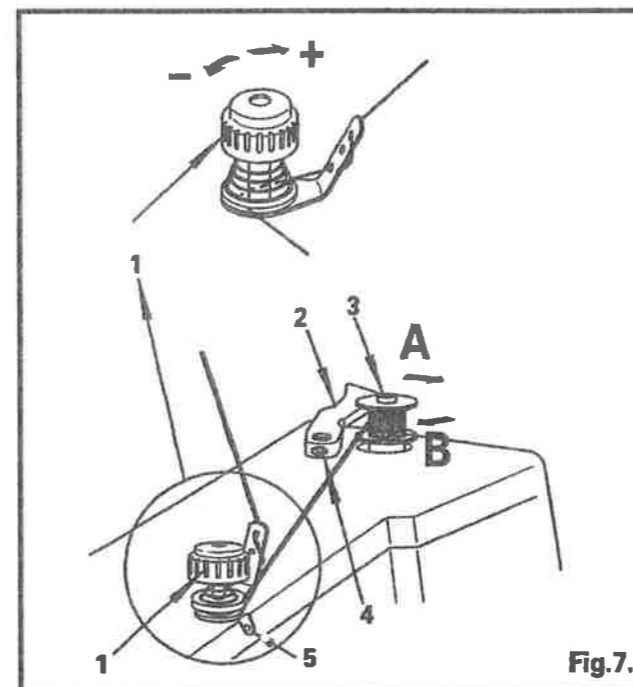

Fig.7.
2. Setzen Sie die Spule auf den Spulenstift (3), Fig. 7, und schieben Sie sie bis zum Anschlag.
Vorspannung (1) (siehe Fig. 7)
3. Schieben Sie den Riegel (2) in Pfeilrichtung (A) und lassen Sie anschließend die Maschine laufen (siehe Fig. 7).
2. Place bobbin on bobbin winder spindle (3), Fig.7, pushing it on as far as it will go.
Pre-tension (1) (See Fig.7)
3. Push latch (2) in the direction indicated by arrow (A), then start the machine. (See Fig.7)
Bobbin winder spindle (3) rotates in the direction indicated by arrow (B). (See Fig.7)
- 2- Placer la canette sur l'axe du dévidoir (3) fig.7, et la pousser le plus loin possible:
en tournant le bouton de tension (1) fig.7
- 3- Pousser le loquet (2) dans la direction indiquée par la flèche -A-, et mettre la machine en marche - voir fig.7 - l'axe de dévidoir de la canette (3) doit tourner dans le sens indiqué par la flèche -B-.
- 4- Pour ajuster le remplissage du fil sur la canette, desserrer la vis (4) sur le loquet (2), le faire pivoter comme indiqué sur la figure 7.
2. Coloque la bobina en el eje devanador de la bobina (3), Fig. 7, empujándolo hasta donde sea posible.
Pre-tensión (1), (Ver Fig. 7)
3. Empuje el pestillo (2) en la dirección que indica la flecha (A), después encienda la máquina, (Ver Fig. 7). El eje devanador de la bobina (3), girará en la dirección que indica la flecha (B), (Ver Fig. 7).
2. Sistemate la bobina sul perno dell'avvolgitore (3), Fig.7, spingendolo bene finché non sarà fermo.
Pre-tensione (1), (Vd. Fig.7).
3. Premete il fermo (2) nella direzione indicata dalla freccia (A), quindi avviate la macchina (Vd. Fig.7).
Perno dell'avvolgitore della bobina (3), ruotate nella direzione indicata dalla freccia (B), (Vd. Fig. 7).
2. Coloque a bobina na haste do enrolador da bobina (3), Fig. 7, empurrando-a o mais possível para a frente.
Pré-tensão (1), (Veja a Fig. 7).
3. Empurre a lingueta (2) na direção indicada pela seta (A), e depois ponha a máquina a funcionar, (Veja a Fig. 7). A haste de enrolamento da bobina (3) gira na direção indicada pela seta (B), (Veja a Fig. 7).